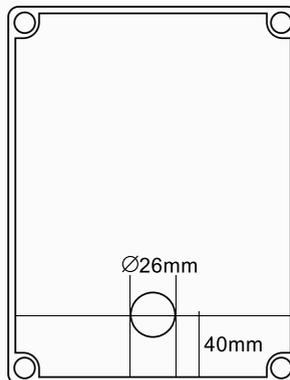

Abbildung 7: Vorlage Loch bohren bei Zuleitung von hinten
3. Bohren Sie gemäß Abbildung 7 ein Loch (Durchmesser 26 mm, 40 mm Abstand zur Unterkante) in die zur Wand zeigende Seite des Innengehäuses.